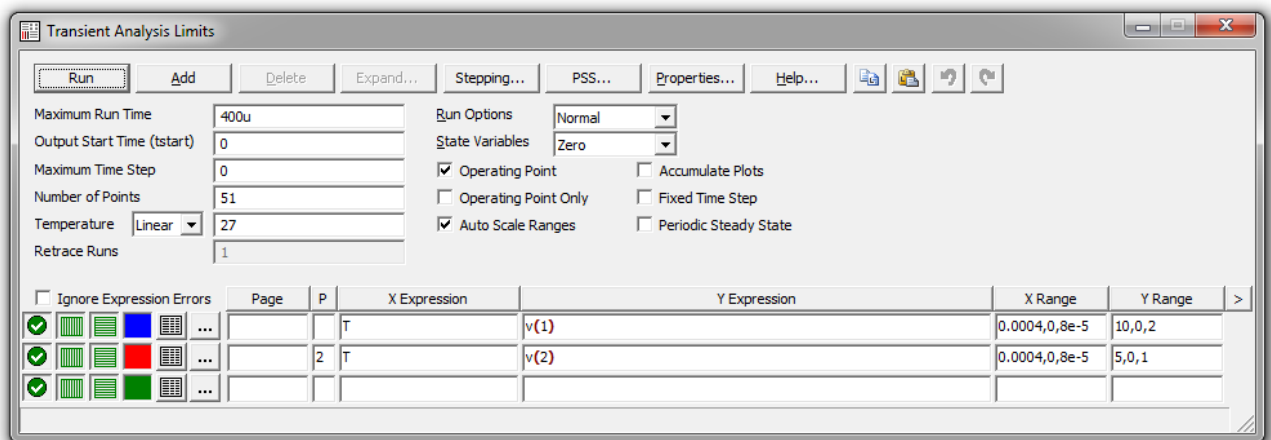

Рисунок 3.7.
- Завданням часового інтервалу горизонтальної розгортки графіків **Time Range** (рисунок 3.7), домогтися отримання режиму (див. малюнки 3.10 та 3.11).